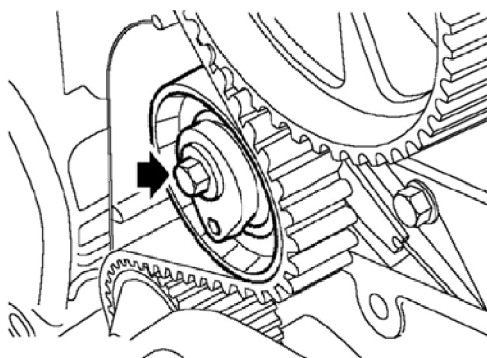

图 10-14 拆下正时带张紧轮
7) 释放正时带张紧力，拆下正时带张紧轮，如图 10-14 所示。